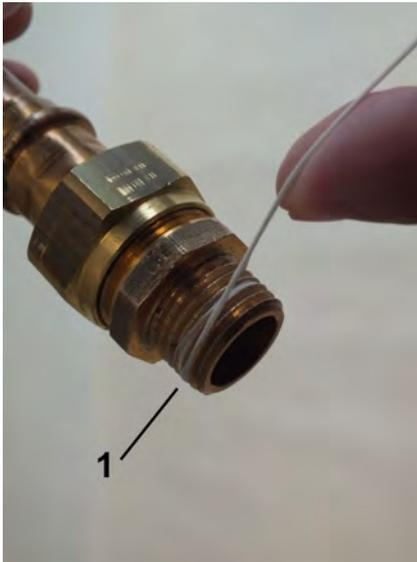

Abb. 9: Dichtfaden aufbringen
- #### 2. Dichtfaden (Abb. 9/1) in Gewin- derichtung auf das aufgeraute Gewinde aufbringen, dabei Men- genangaben des Dichtmittel- Herstellers beachten